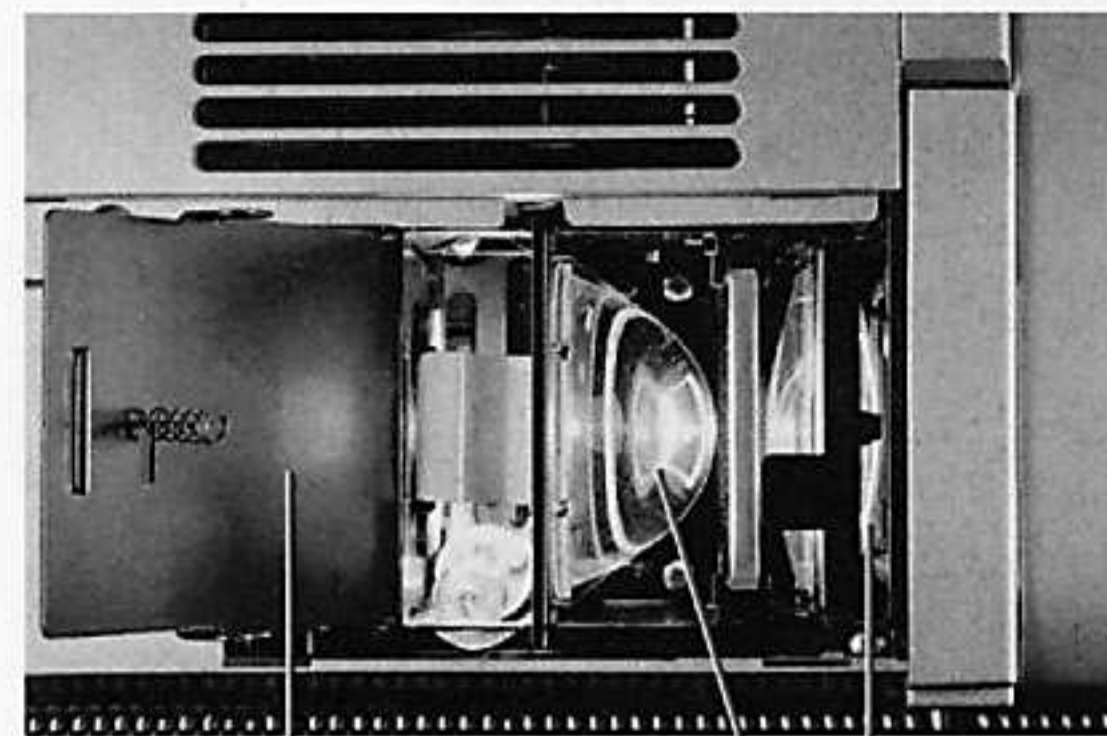

Bild 15
Lampenhauseabdeckung (15) nach oben abheben. Lampenhausechutzplatte (a) in Pfeilrichtung entriegeln und hochstellen. Asphärische Linse (b) nach oben entnehmen (Bild 15). Die Lampen sind nun frei zugänglich. Defekte Halogenlampe nach oben herausziehen. Neue Halogenlampe 24 V/250 W in die Lampenfassung einsetzen.
upwards. Unlock the protection plate (a) in the direction of the arrow and position upwards. Remove the aspherical lens (b) upwards (Fig. 15). The lamps are now freely accessible. Pull faulty lamp upwards. Insert new halogen lamp 24 V/250 W into the socket.
Retirer le couvercle de la boîte à lumière (15) vers le haut, déverrouiller la plaque de protection de la boîte à lumière (a) dans le sens de la flèche et la relever, retirer la lentille asphérique (b) vers le haut (figure 15). Maintenant les lampes sont accessibles. Retirer l'ampoule halogène défectueuse vers le haut. Mettre en place la nouvelle lampe halogène 24 V / 250 W dans la douille.
Der Wechselkondensator (c) ist austauschbar (Bild 15). Er muß bei Objektiven mit Brennweiten über 150 mm ausgetauscht werden. Hierzu Lampenhausabdeckung (15) nach oben abnehmen und Lampenhauschutzplatte in Pfeilrichtung entriegeln. Serienmäßig gelieferten Wechselkondensator mit Halterahmen nach oben entnehmen. Wechselkondensator mit Halterahmen für Brennweiten > 150 mm von oben in die Führung einschieben.
The condenser (c) can be replaced (Fig. 15). It must be replaced in the case of lenses with a focal length above 150 mm. Remove the lamp housing cover (15) upwards and unlock the protective plate in the direction of the arrow. Remove the standard condenser with frame upwards. Insert condenser with frame for focal length > 150 mm into the guide from above.
Le condenseur alternatif (c) est remplaçable (figure 15). Il doit être remplacé lors de l'utilisation d'objectifs à focales supérieures à 150 mm. Pour ce faire, retirer le couvercle de la boîte à lumière (15) vers le haut et déverrouiller la plaque de protection de la boîte à lumière dans le sens de la flèche. Retirer vers le haut le condenseur alternatif de série avec le cadre-support. Introduire le condenseur alternatif avec le cadre-support pour les focales > 150 mm par le haut dans les glissières.